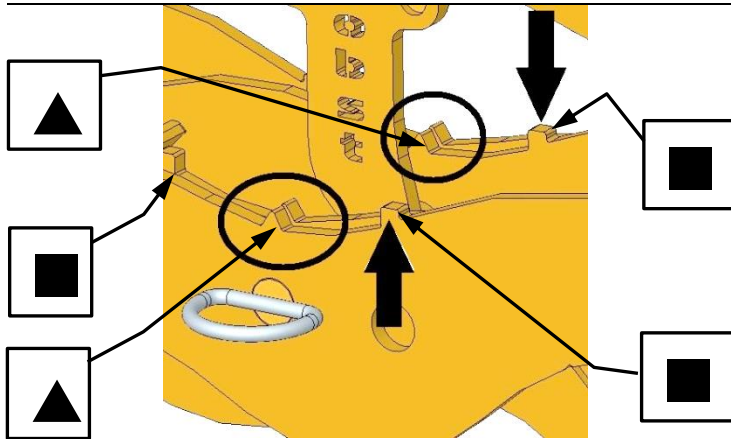
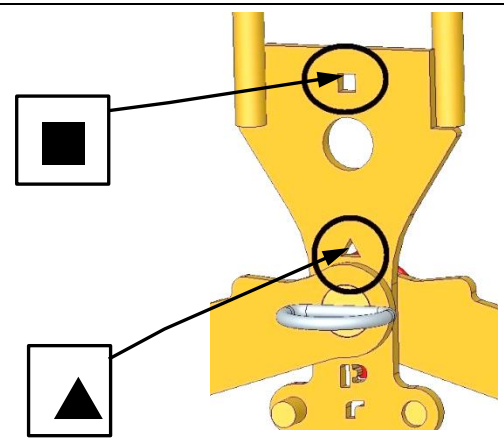

Abb. 2
Abb. 3
- Für diesen Greifbereich müssen die Dreieck ▲-Kennzeichnungen an den Greifarmen (in der Mitte des Gerätes) **deckungsgleich** sein (Abb. 2) und am *Verriegelungshaken* (2) muss die Dreieck ▲-Kennzeichnung über dem *Steckbolzen mit Klappsplint* (8) positioniert werden (Abb. 3).
- Um die Greifbereichseinstellung vorzunehmen, wird der *Steckbolzen mit Klappsplint* (6) bzw. der *Steckbolzen mit Klappsplint* (8) entfernt.
- Nachdem der Greifbereich eingestellt wurde, muss das Gerät wieder mit dem *Steckbolzen mit Klappsplint* (8) bzw. mit *Steckbolzen* (6) gesichert werden.
- Für diesen Greifbereich müssen die Viereck ■-Kennzeichnungen an den Greifarmen (in der Mitte des Gerätes) **deckungsgleich** sein (Abb. 2) und am *Verriegelungshaken* (2) muss die Viereck ■-Kennzeichnung über dem *Steckbolzen mit Klappsplint* (8) positioniert werden (Abb. 3).
- Um die Greifbereichseinstellung vorzunehmen, wird der *Steckbolzen* (6) sowie der *Steckbolzen mit Klappsplint* (8) entfernt.